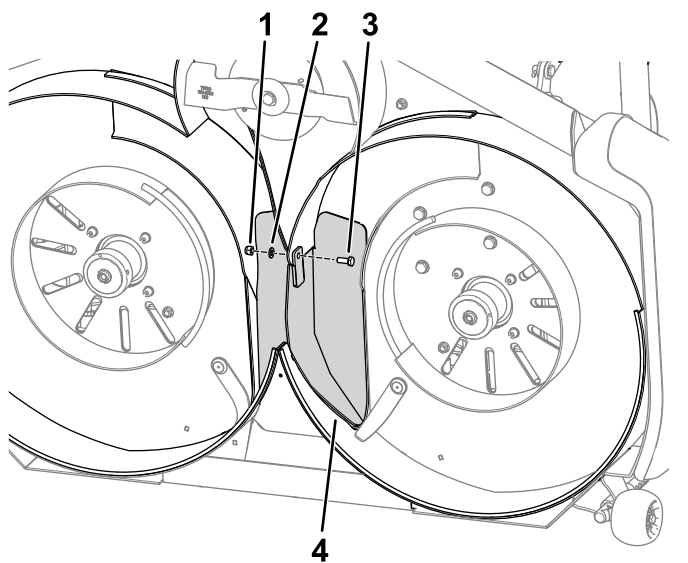

Рисунок 1
1. Используйте болт, шайбу и гайку для установки заглушки желоба для выброса поверх его отверстия (Рисунок 1).